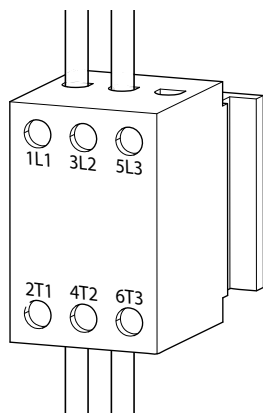

FIG. 16: Sectionneur du bornier
5. Fixer le fil de terre à la borne de mise à la terre dans le boîtier de raccordement d'alimentation (AJ).
6. Se reporter à la FIG. 16 et raccorder les fils du cordon d'alimentation aux bornes 4T2 et 6T3 du sectionneur du bornier.